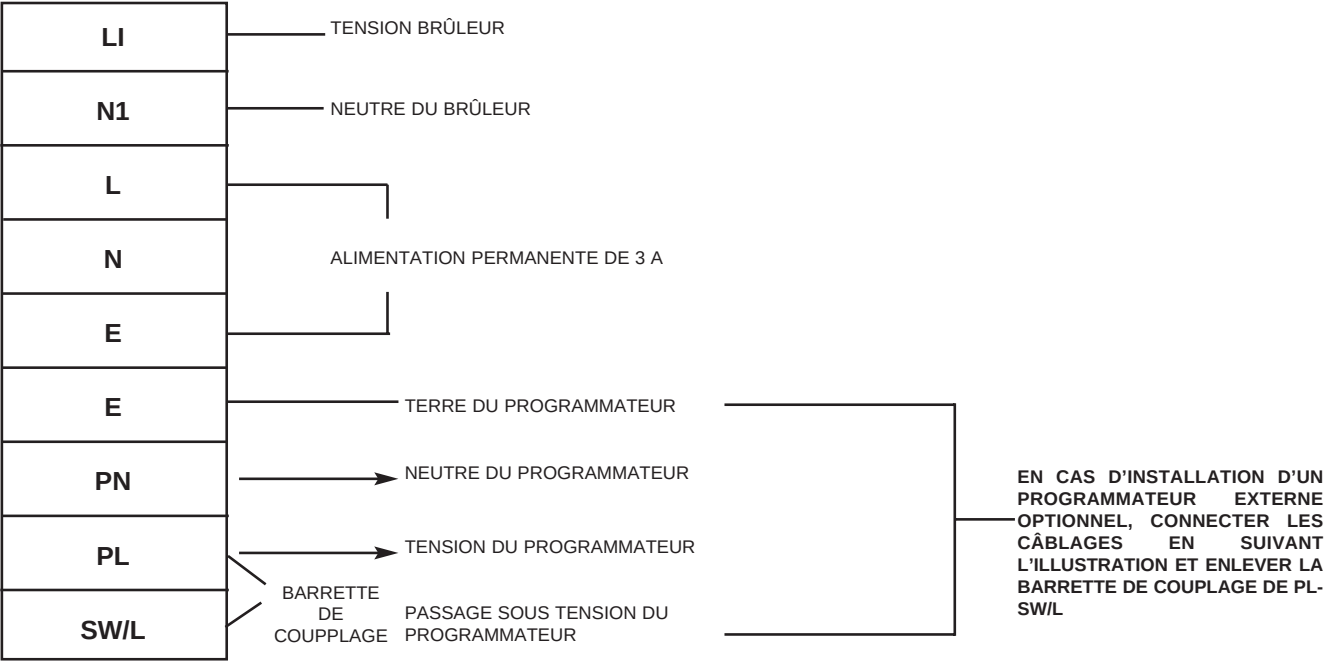

FIG. 11
1. Faites les raccords électriques à la plaque à bornes en suivant le schéma de câblage. (Voir Fig. 11).